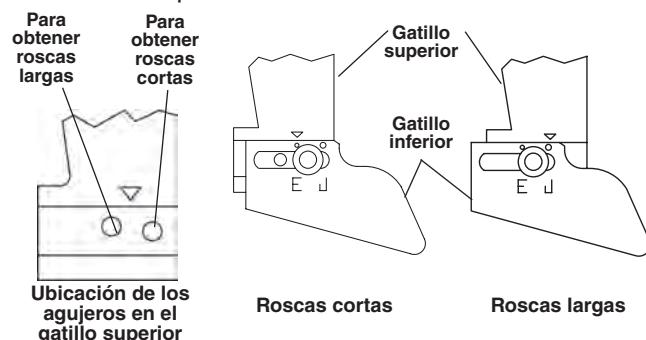

Figura 18 – Ajuste de la longitud de la rosca
2. Para roscas cortas, desplace el gatillo inferior hacia el husillo de la máquina. Para roscas largas, desplace el gatillo inferior para alejarlo del husillo (*vea /a Figura 18*, que muestra los ajustes de fábrica). Las roscas largas típicamente se prefieren en el Lejano Oriente y las roscas cortas se prefieren en Europa. Haga el ajuste que usted desee.